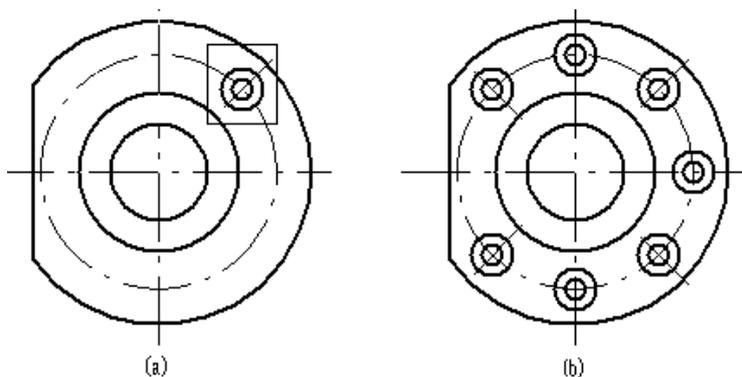

图4.2-35
例二，将图 4.2-35(a) 中丝杠的螺纹部分加长 20mm，全长相应加长，两端结构不变。
① 用第三种入组方式（如图 4.2-35(a)），完全在框内的线入组，单端在框内的线在框内的一端入组（在此例中有五条线单端入组），因此框应包含所有要移动的线。
② 组中的线选好后单击〈编辑〉菜单（或右键菜单）中的〈原图搬迁〉或〈伸展变形〉，用鼠标左键给出基准点，再输 20，按【→】，再按【Enter】或单击鼠标左键即可得到图(b)。